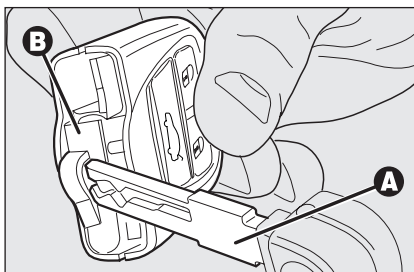

fig. 9
- ☐ défilier le petit tiroir **B-fig. 9** (rouge) inséré à pression en faisant lever avec la tige métallique **A** de la clé électronique dans le point indiqué sur la figure;